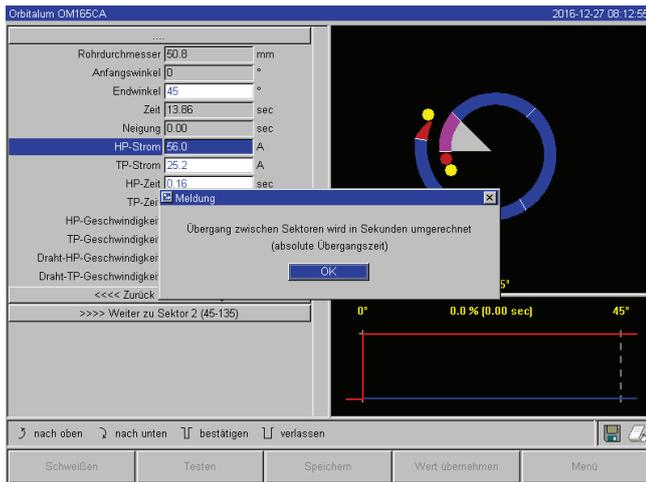

Abb. 19: Umrechnung der Neigungszeit von Prozent in Sekunden
- ▶ Meldung (siehe Abb. 19) mit Druck auf den Drehsteller bestätigen.